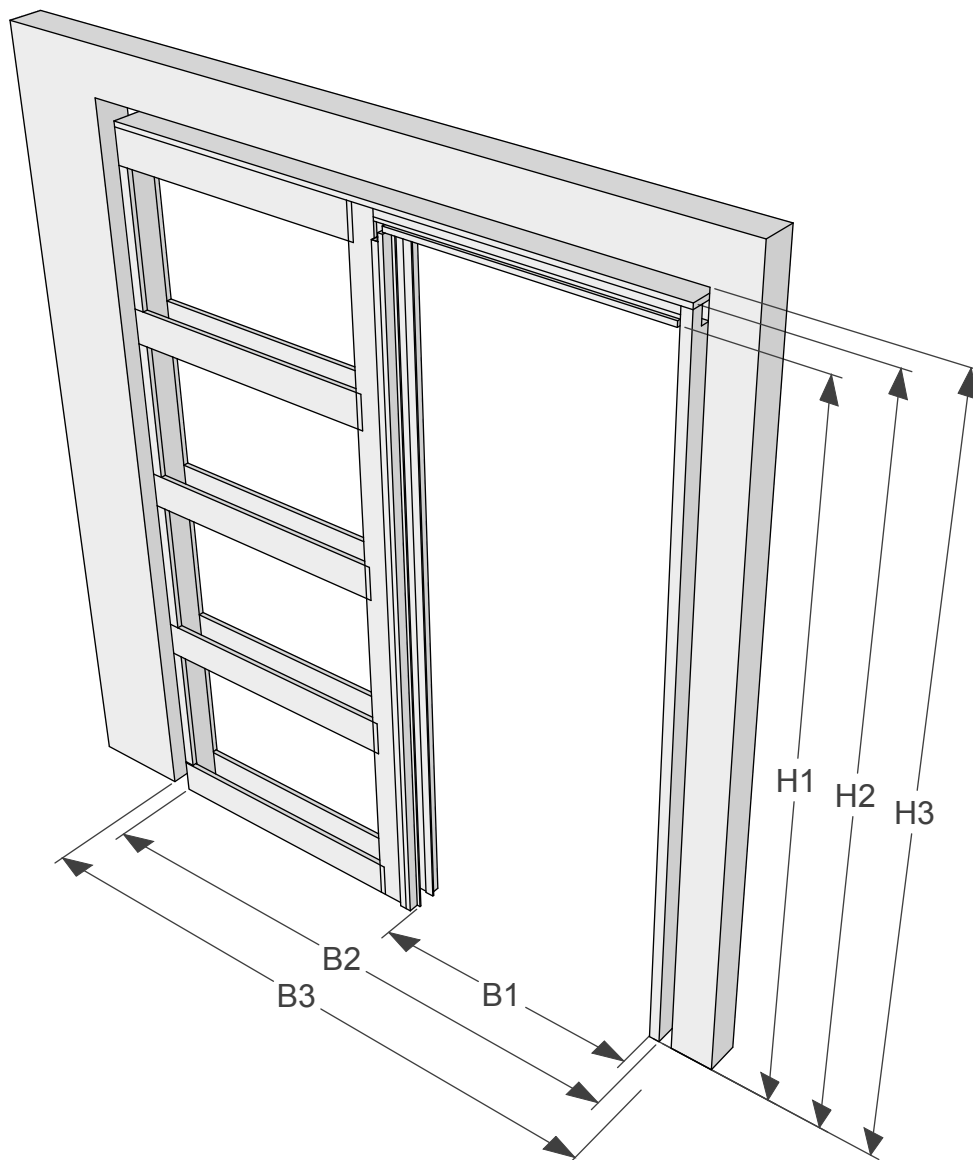

Рисунок 2
- Прежде чем начать монтаж, внимательно проверьте качество деталей, комплектность и соответствие размеров деталей пенала и проёма (Таб.1, 2, Рис.2).
## Подготовка проёма для монтажа пенала (Таб. 1, 2, Рис.2)